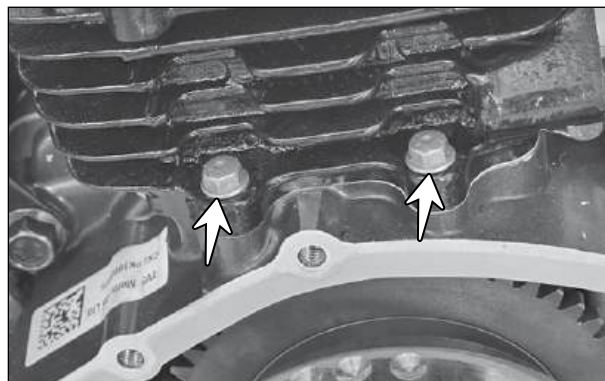

Fig. 3.86
- Remova os parafusos M6x20 (setas) que conecta o cilindro do motor e o conjunto da carcaça do motor LE. (Fig. 3.86)